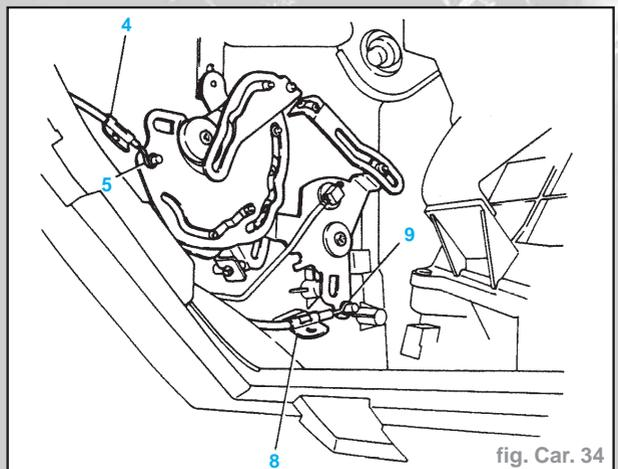

fig. Car. 34
- Dégager la gaine de câble des 2 attaches sur l'ensemble (4) (Fig. Car. 34).